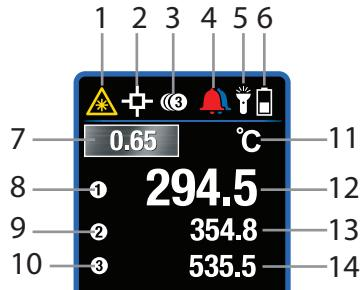
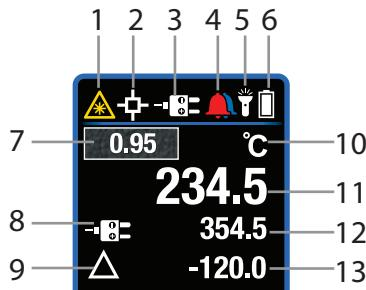

图 4-4 主显示屏 (TG54)
图 4-5 主显示屏 (TG56)
**注意:** 有些显示屏图标并未在图 4-4 和图 4-5 中列出。但这些未显示的图标将在第 4.5 节 显示屏图标描述及本指南中相应的其他部分提到。
- 在三读数模式中，仪表在一个屏幕上显示最新的三个读数。请参阅图 4-4。